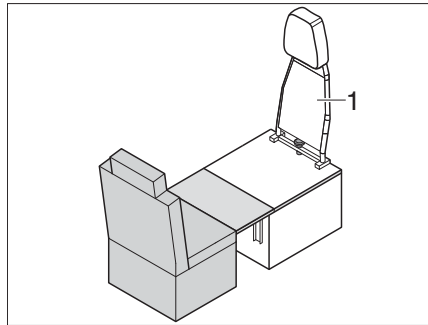

Fig. 192 Transformation conduite-mode couchage
- Démontez le dossier (Fig. 192,1) des sièges individuels (voir chapitre 7.17.8).